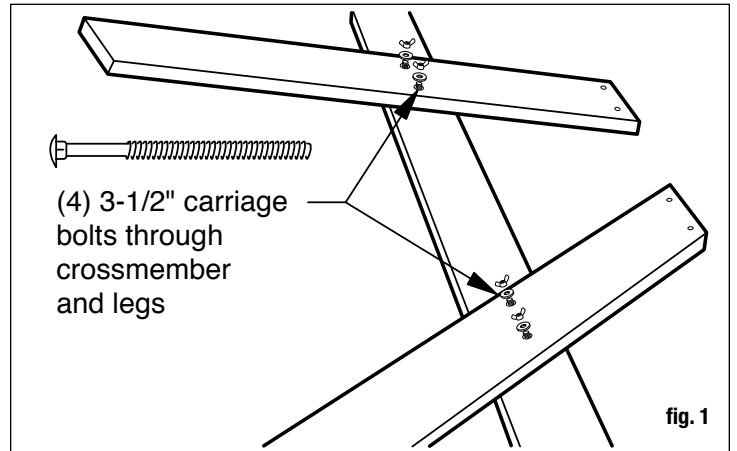

fig. 1
Insert four (4) 3-1/2" carriage bolts into the predrilled seat crossmember (E). Position so that the bolt heads are on the ground and the threads are exposed. Make sure the beveled edge of the seat crossmember is facing down. Position the legs (D) so that the predrilled holes align with the bolts and the tops of the legs are level and straight. Add the washers and secure with a wing nuts. Repeat step for the second leg assembly (fig. 1).
Inserte cuatro (4) pernos de carrocería de 8.9 cm. (3-1/2 pulg.) en los agujeros pretaladrados del travesaño de asiento (E). Posiciónelo de modo que las cabezas de los pernos estén en el piso y las roscas queden expuestas. Asegúrese de que el borde biselado del travesaño de asiento esté volteando hacia abajo. Coloque las patas (D) de modo que los agujeros pretaladrados se alineen con los pernos y las partes superiores de las patas esté alineadas y parejas. Coloque las arandelas y sujete con las tuercas mariposa. Repita los pasos para la segunda pata (fig. 1).